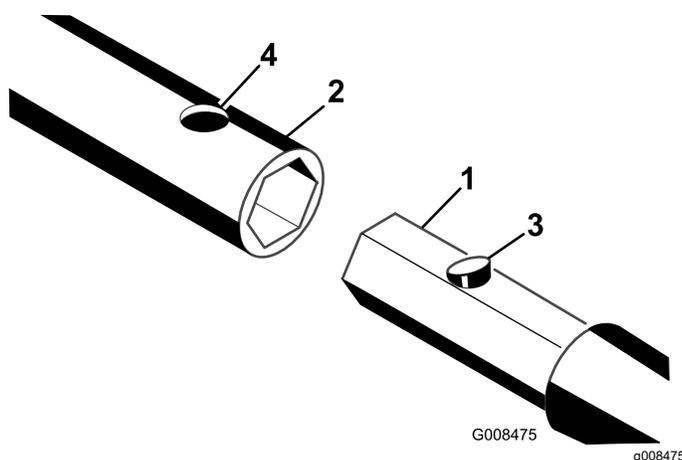

Bild 25
3. Schieben Sie den Sechskantschaft auf die Stange, den Bohrer oder das Räumwerkzeug in die Fassung. Fluchten Sie das Loch in der Fassung mit dem Druckknopfanschluss aus \(Bild 25\).
4. Drücken Sie den Druckknopfanschluss hinein und drücken Sie den Schaft in die Fassung, bis der Anschluss in das Loch in der Fassung einrastet \(Bild 25\).